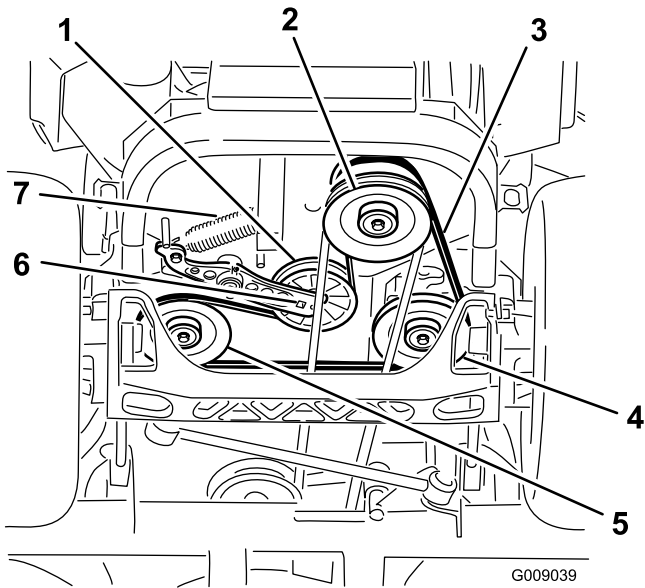

Figura 73
4. Sollevate la macchina e sostenetela su cavalletti (Figura 73).
- Utilizzate un cricchetto nel foro quadrato del braccio di rinvio per rimuovere la molla del tenditore (Figura 73).
- Sganciate la molla del tenditore dal telaio (Figura 73).
- Utilizzate un cricchetto nel foro quadrato del braccio di rinvio per installare la molla del tenditore sul telaio (Figura 73).